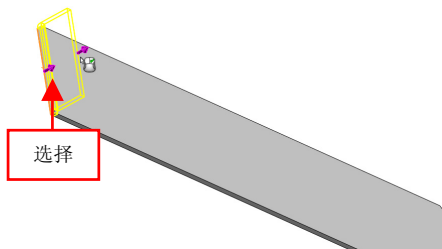

图 13-6 选择合适的边线
(1) 单击菜单栏中的【插入】|【钣金】|【边线法兰】命令，弹出【边线-法兰】属性管理器，选择合适的边线，如图 13-6 所示。